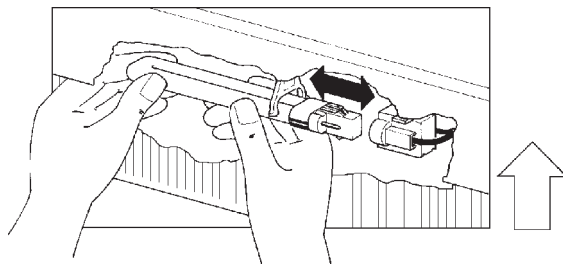

Fig. 32
- Monter la lampe dans la position indiquée (Fig. 32) et l'enfoncer en poussant vers la droite jusqu'à encliquettement dans la douille.